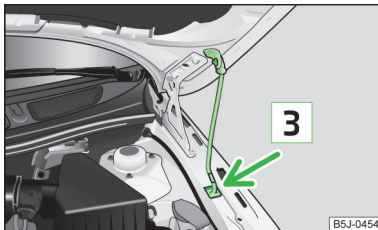

Abb. 127
- Die Klappenstütze aus der Halterung nehmen und die geöffnete Klappe sichern, indem das Ende der Klappenstütze in die dafür vorgesehene Öffnung **3** » Abb. 127 gesetzt wird.